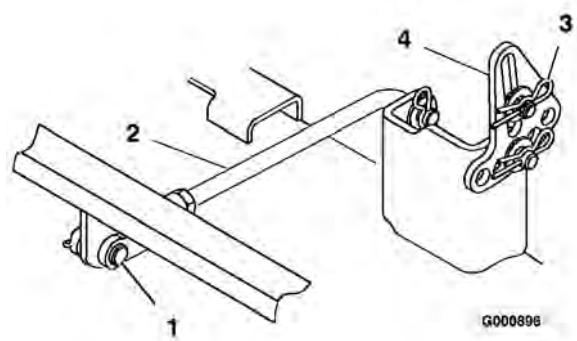

Figure 51
6. Retirez la goupille fendue et l'axe de chape de la tige du tourillon arrière (Figure 51) de chaque côté du plateau de coupe.
7. Retirez la goupille fendue et la rondelle des pattes de mise à niveau (Figure 51) de chaque côté du plateau de coupe. Notez le trou de montage de la patte de mise à niveau en prévision de la repose. Dégagez les pattes de l'axe de montage
- Fixez le tourillon arrière à la machine à l'aide de l'axe de chape et de la goupille fendue (Figure 51) de chaque côté du plateau de coupe.
- Glissez les pattes de mise à niveau sur les axes de montage et fixez-les à l'aide des rondelles et des goupilles fendues (Figure 51).